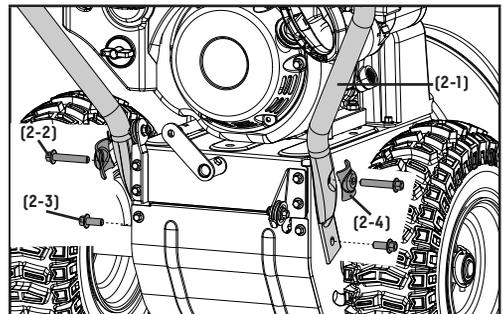
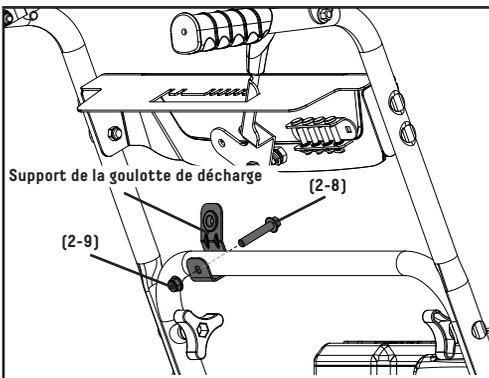

Figure 3
Figure 5
1. Fixez la poignée inférieure (2-1) sur le corps de la machine au moyen des boulons (2-2, 2-3) et des rondelles (2-4) (figure 3). Répétez la procédure de l'autre côté. **See Fig. 5 for proper discharge chute bracket mounting hole orientation.**
3. Reliez le guide de la goulotte de décharge à la poignée inférieure au moyen d'un boulon (2-8) et d'un écrou freiné (2-9) (figure 5).